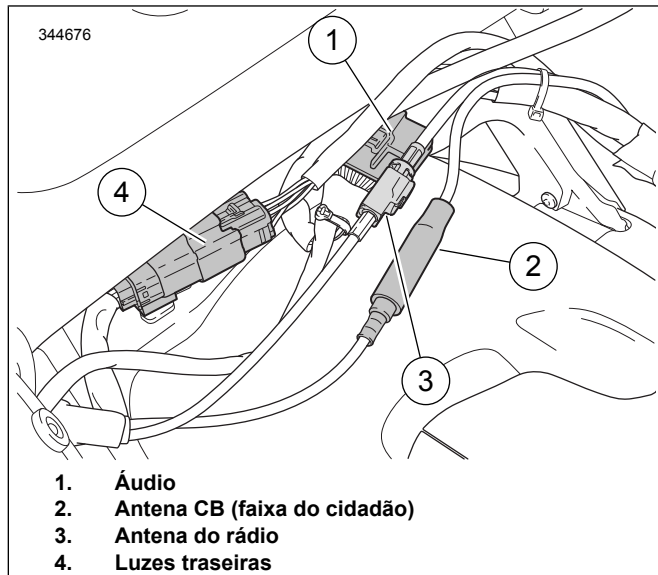

Figura 2. Conectores do Tour-Pak
- a. Veja Figura 2. Separe os conectores elétricos.